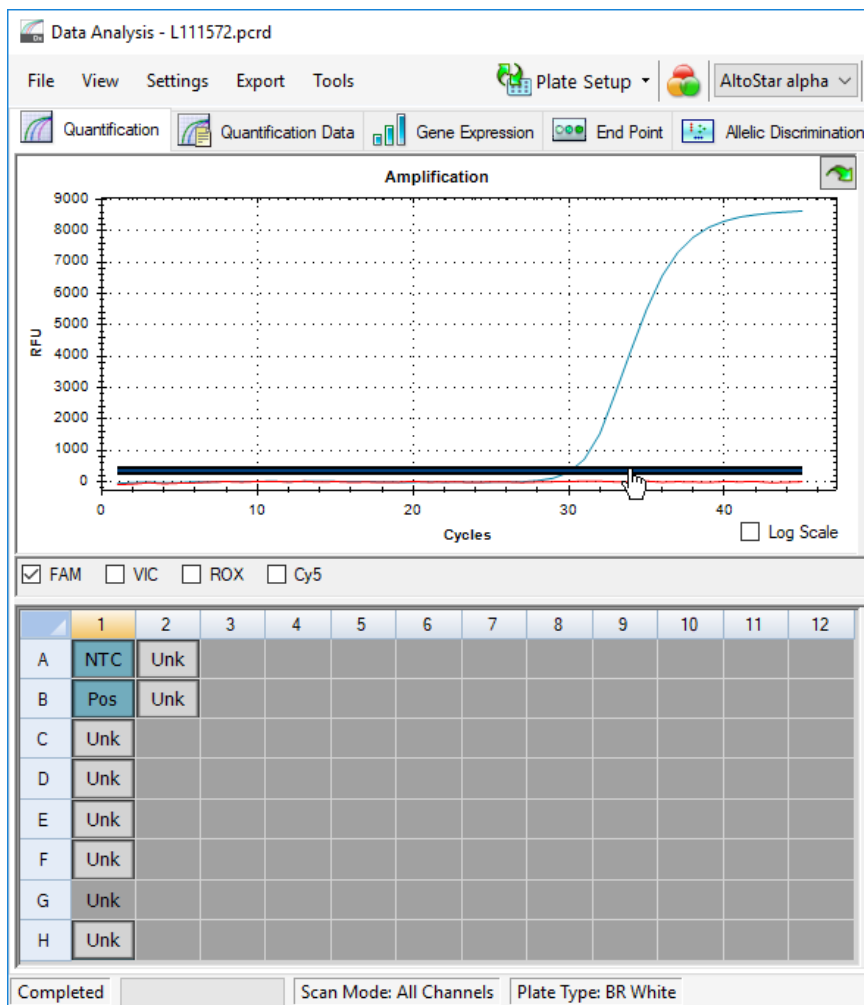

Figure 10: Fenêtre Data Analysis (Analyse des données) : définir le seuil FAM™
5. Sur la gauche de la fenêtre Data Analysis (Analyse des données), décochez la case **VIC** et cochez la case **FAM** pour le canal de détection de la cible VZV (voir la figure 10).
6. Sélectionnez uniquement les puits contenant le NTC et le PC sur la représentation visuelle de la plaque dans la fenêtre Data Analysis (Analyse des données) (voir la figure 10).
7. Faites glisser le seuil situé bien au-dessus du signal du NTC dans la zone exponentielle du signal du PC (voir la figure 10).